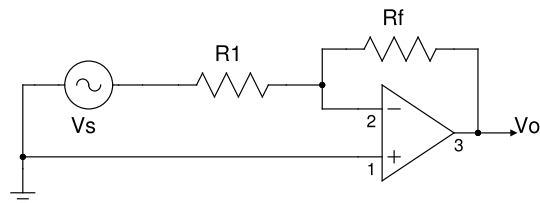
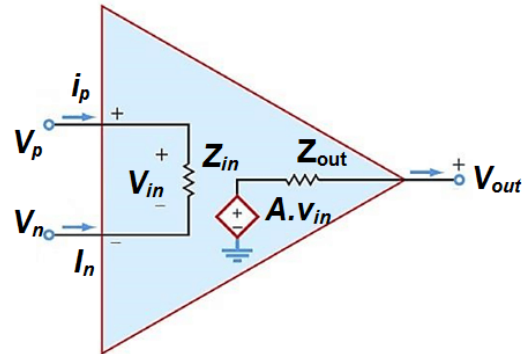

Figura 4.5
Figura 4.8
1. Monte o circuito da figura 4.5, alimentando o AMP-OP com $V_{cc+} = 12V$ e $V_{cc-} = -12V$;
5. Monte o circuito da figura 4.5, alimentando o AMP-OP com $V_{cc+} = 5V$ e $V_{cc-} = -5V$, $R_5 = 2,2k\Omega$, e sem conectar a carga R_L ;
4.10. Admita que um amplificador operacional possa ser modelado simplificada-mente através do circuito da figura 4.8.
(a) Redesenhe o circuito da figura 4.5, substituindo o AMP-OP pelo seu modelo da figura 4.8. (b) Utilizando análise de malhas, obtenha equações que para o circuito obtido no item (a). (c) Utilizando análise nodal, obtenha equações que para o circuito obtido no item (a). (d) Encontre uma expressão para V_o em função dos parâmetros do AMP-OP, das resistências R_1 e R_f , e da tensão de entrada V_S . (e) Considere que o AMP-OP é ideal e obtenha uma expressão para o ganho $\frac{V_o}{V_S}$ em função das resistências R_1 e R_f , e da tensão de entrada V_S .
4.11. Considerando o experimento 4.2.5, analise o comportamento do circuito da figura 4.5. Descreva como V_o varia com a variação de $V(s)$, e como o ganho $\frac{V_o}{V_S}$ varia com o valor de R_f . Plote um gráfico de $\frac{V_o}{V_S} \times R_f$ e analise seu comportamento.